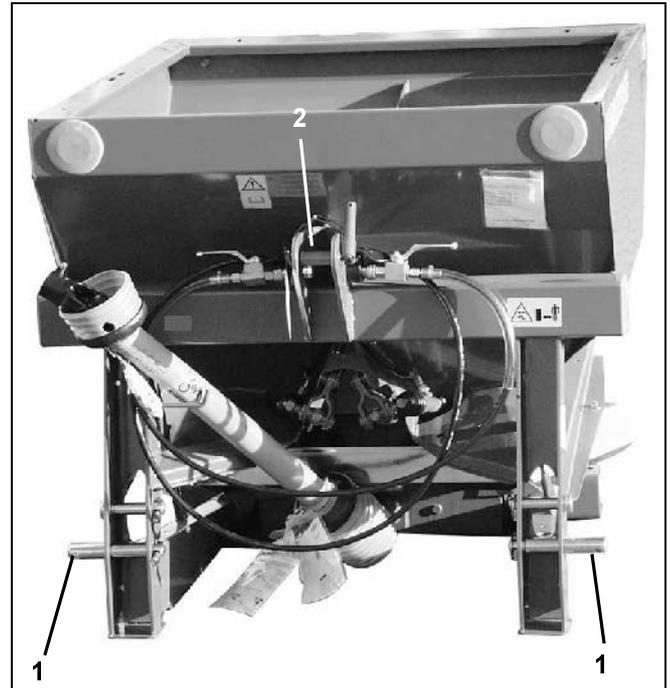

Fig. 17
- Introducir la biela inferior del tractor sobre su perno (Fig. 17/1) y asegurarla con un pasador de conexión.
- Fijar la biela superior con el perno de delimitación (cat. I o II) (Fig. 17/2) y asegurarla.